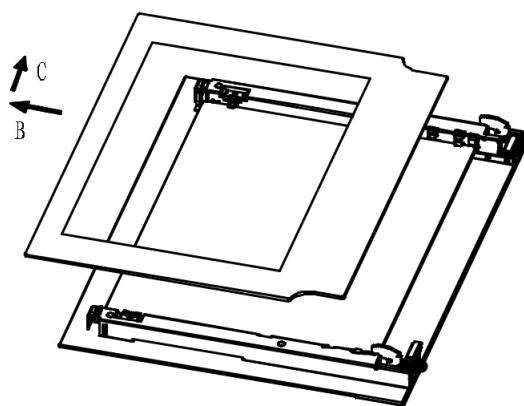

Рис.2
2. Медленно вытащите внутреннее стекло (Рис.2)